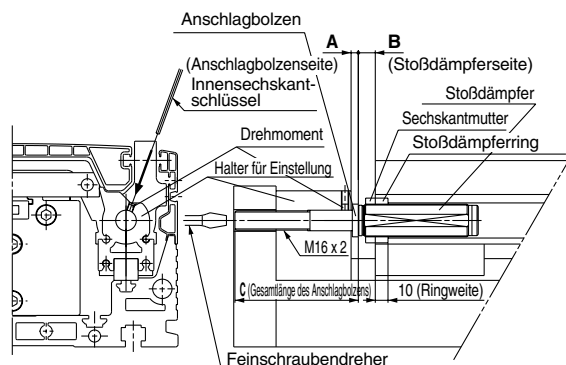

Abbildung 1. Detailausschnitt zur Hubeinstellung
- Um den Anschlagbolzen innerhalb des Einstellbereichs A zu justieren, stecken Sie, wie in Abbildung 1 ersichtlich, einen Sechskantschlüssel von oben in die Innensechskantschraube, um diese ca. eine Umdrehung zu lösen, und stellen Sie anschließend den Anschlagbolzen mit einem Feinschraubendreher ein.